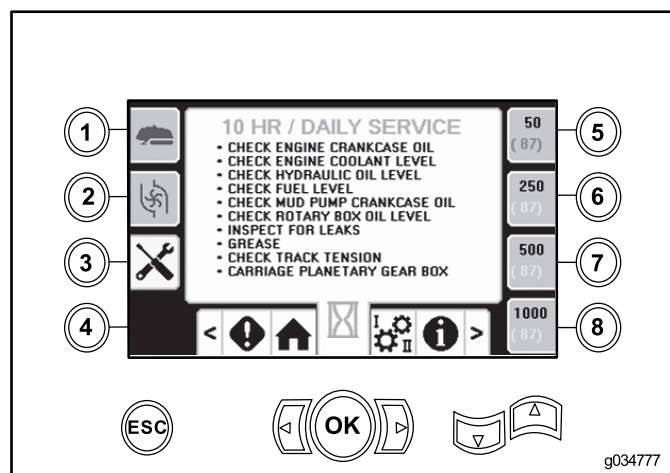

Рисунок 5
- Кнопка 3 — регламент техобслуживания после наработки 10 часов / ежедневного техобслуживания (Рисунок 5)